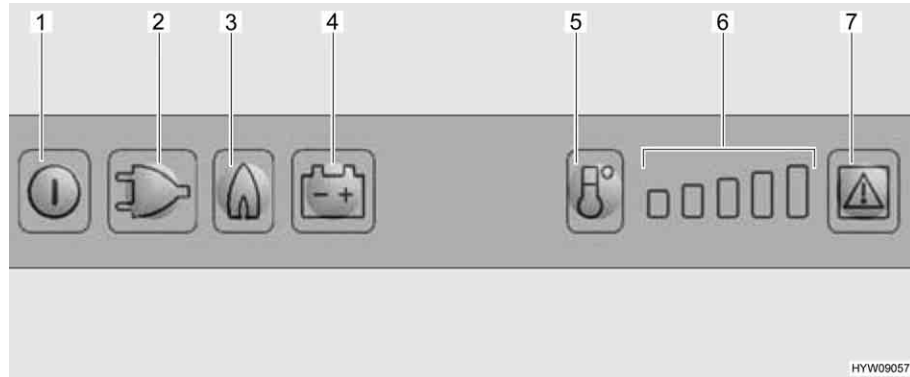

Fig. 176 Elementos de mando para el frigorífico
- Pulsar la tecla On/Off (Fig. 176,1) por aprox. 2 segundos. El frigorífico se conectará. Se iluminará la tecla modo de funcionamiento seleccionado más recientemente.
- En caso necesario, pulsar la tecla para el modo de funcionamiento "Gas" (Fig. 176,3). La tecla se iluminará. El suministro de gas está abierto. El encendido se realiza automáticamente. Se oye un sonido de tic-tac hasta que el proceso de encendido se haya llevado a cabo con éxito.
- Ajustar la temperatura de refrigeración con la tecla de selección de nivel de temperatura (Fig. 176,5).
- En caso necesario, pulsar la tecla de modo de funcionamiento "230 V" (Fig. 176,2). La tecla se iluminará.
- En caso necesario, pulsar la tecla de modo de funcionamiento "12 V" (Fig. 176,4). La tecla se iluminará.